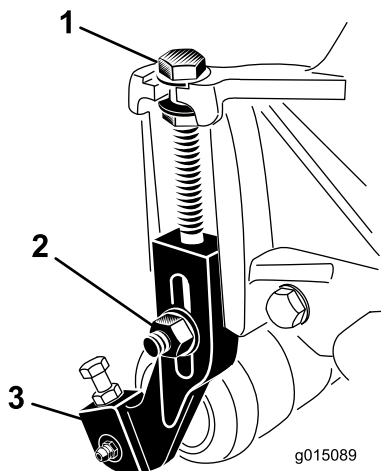

Figura 19
1. Desaperte as porcas de bloqueio que fixam os braços da altura de corte às placas laterais da unidade de corte (Figura 19).